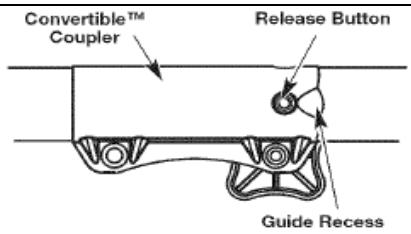

Рис. 3
2. Прочно удерживая косу или другое навесное оборудование, вставьте его в универсальную муфту. Кнопка фиксатора должна защелкнуться в основном отверстии (Рис. 3).
- Нажмите и удерживайте кнопку фиксатора (Рис. 3).